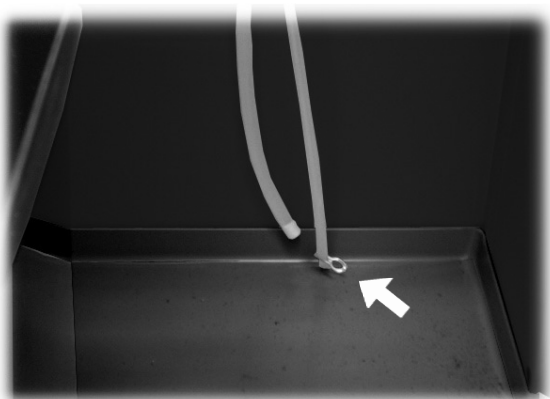

Abb. 95
- die Wasserleitung leeren. Die Feder vom Schlauch abziehen (Abb. 95) und das Wasser in einen Behälter leiten. Erst wenn der Schlauch vollständig geleert ist, die Feder wieder in ihrer ursprünglichen Position anbringen.